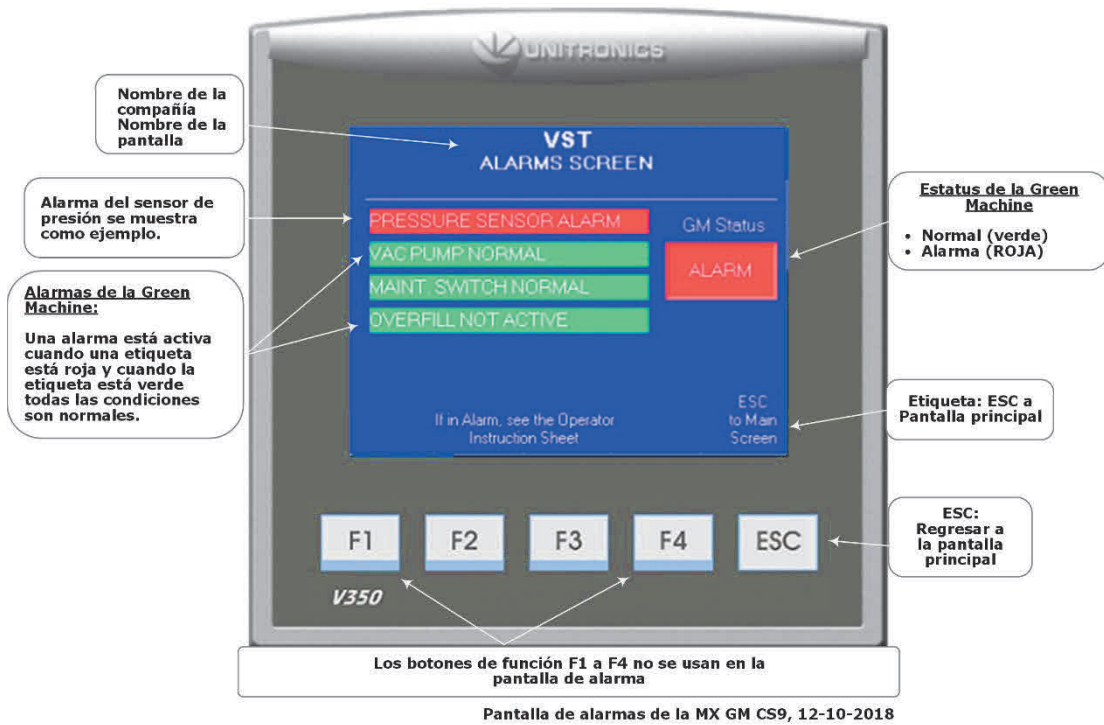

Figura 3-2: Pantalla de alarmas del panel de control del PLC de VST
**Vea la Figura 3-2.**
- c. Alarma del interruptor de mantenimiento (verifique que el interruptor de mantenimiento al frente del panel de control VST esté encendido (ON))